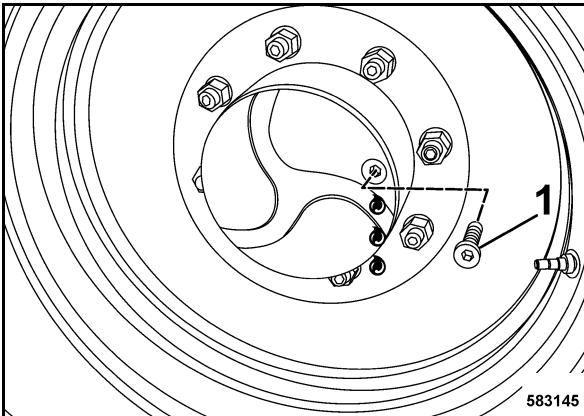

Fig. 170
- Colocar la rueda motriz de forma que el tapón de cierre (Fig. 170) sobre la caja se encuentra en posición horizontal.